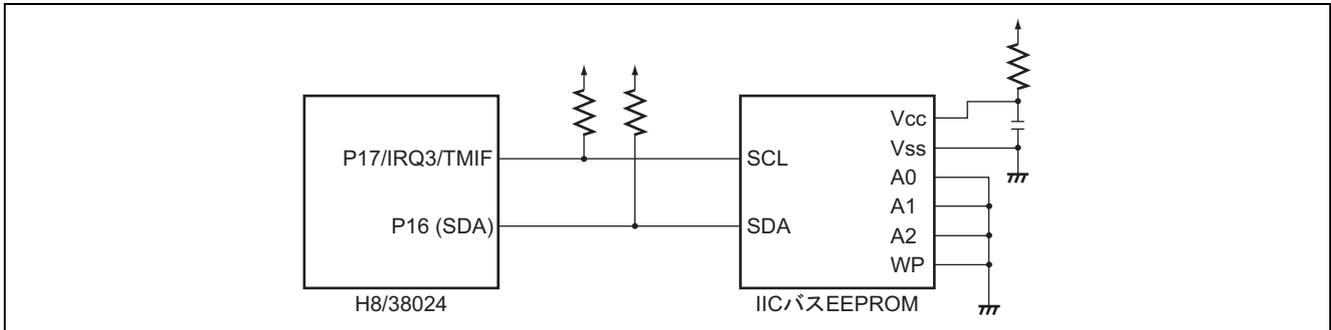

図4 H8/38024 と IIC バス EEPROM の接続図
(1) 本タスク例では、図4に示すように H8/38024 と IIC バス EEPROM を接続します。また、IIC バス EEPROM のピン説明を表1に示します